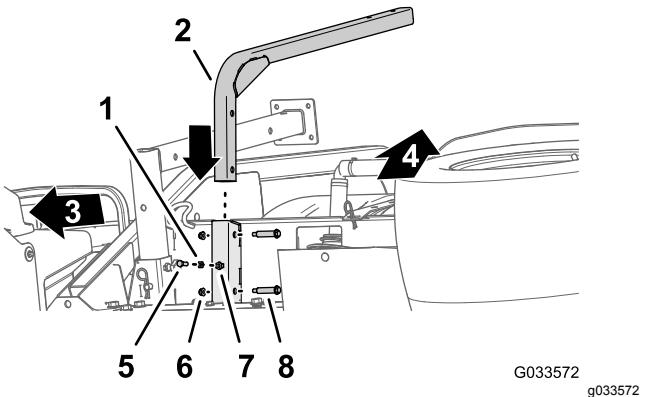

Figura 46
2. Alinhe os orifícios do tubo de apoio com os orifícios no canal (Figura 46).
3. Prenda o tubo ao canal (Figura 46) com os dois parafusos com olhal (1/2 pol. x 1-15/16 pol.) e duas porcas de bloqueio (5/16 pol.).
5. Enrosque a porca de retenção (5/16 pol.) no parafuso (5/16 pol. x 1 pol.) como se mostra na Figura 46.
6. Enrosque o parafuso (5/16 pol. x 1 pol.) e uma porca de retenção na porca soldada na parte inferior do canal de suporte do depósito e aperte o parafuso e a porca à mão (Figura 46).
1. Alinhe o tubo de apoio do depósito de água limpa com o canal de suporte do depósito (Figura 46).